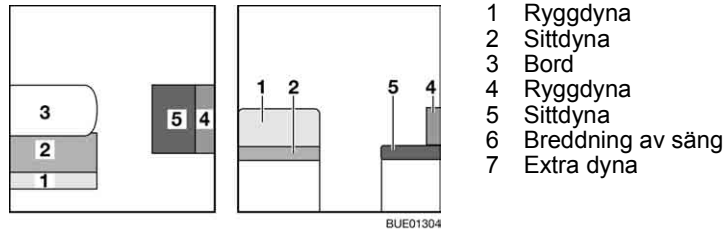

Bild 126 Före ombyggnaden
- Bygg om bordet (Bild 126,3) till sängbotten (se avsnitt 6.11).
- Ta av ryggdynan (Bild 126,1) och lägg dem på bordet.